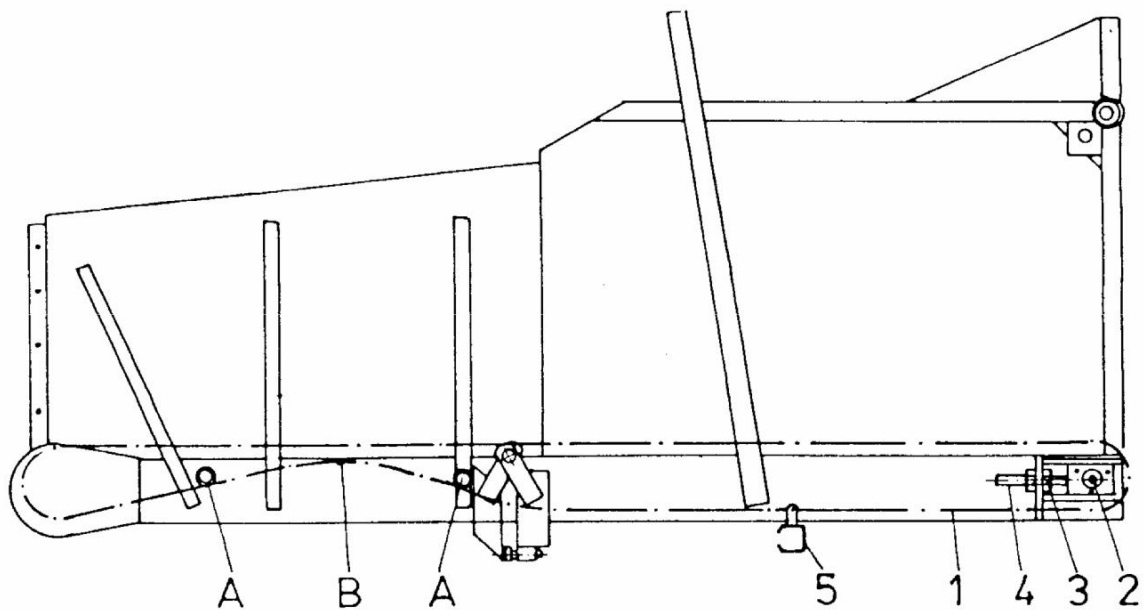

Abb. 49. Spannen und Prüfen der Fußbodentransporter **spannung.**
Die Transporterketten (1 Abb. 49) spanne durch Aufdrehen der Mutter (3) auf Schrauben (4) an beiden Transporterseiten. Das Prüfen der Spannung besteht im Herausschieben seines unteren Teils nach oben. Der Transporter ist gespannt, wenn seine Ketten die beiden Querrohre in Punkten „A“ berühren, aber nicht das obere Fach der Auslegerarme – Punkt „B“.